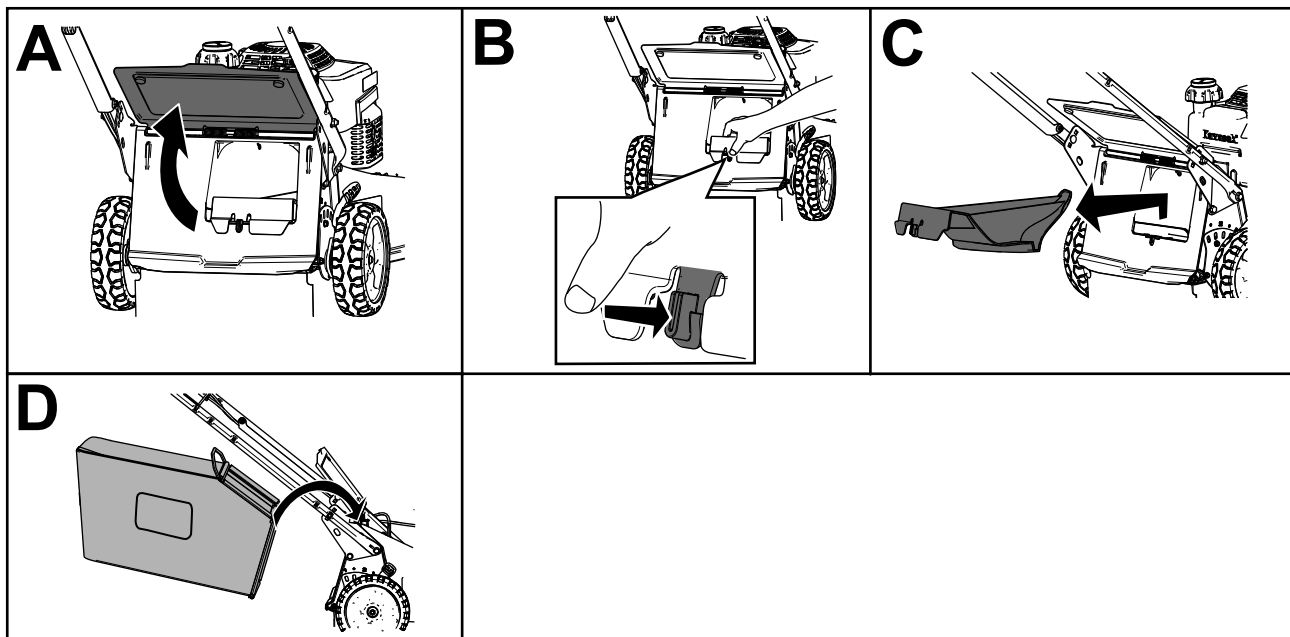

Figura 20
2. Levante y sujete el deflector trasero (Figura 20, A).
3. Retire el tapón de descarga trasera presionando el enganche hacia dentro con el dedo pulgar y extrayendo el tapón de la máquina (Figura 20, B y C).
4. Inserte los extremos de la varilla de la bolsa en las muescas de la base del manillar, y mueva la bolsa hacia adelante y hacia atrás para verificar que los extremos de la varilla están asentados en el fondo de cada muesca (Figura 20, D).